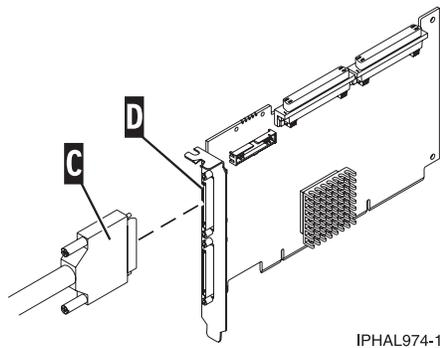

Figura 21. Cable SCSI a una tarjeta de interfaz SCSI
Conecte el otro extremo del cable SCSI (C) al adaptador SCSI (D) del servidor. Encontrará más detalles en la Figura 21.